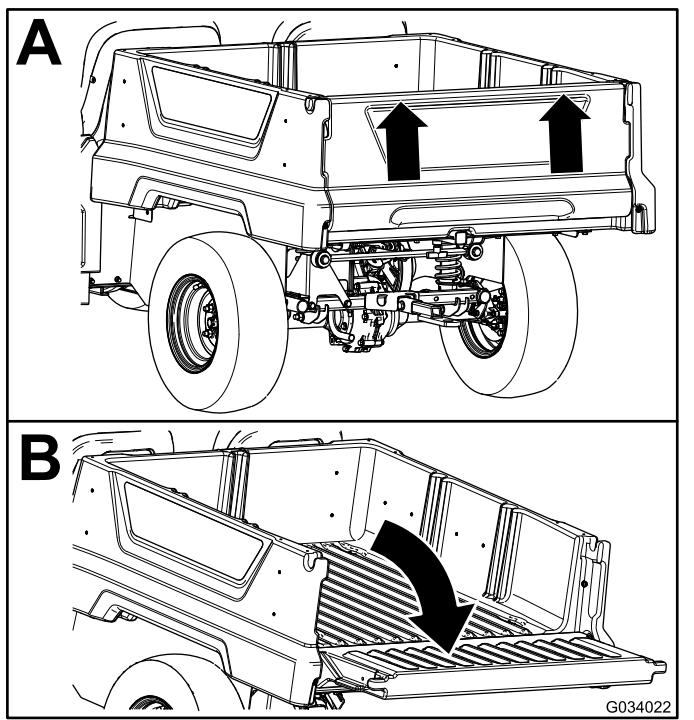

Figura 23
2. Utilizzando entrambe le mani, sollevate la sponda posteriore utilizzando il bordo vicino alla parte superiore della sponda posteriore (Figura 23).
3. Abbassate la sponda posteriore in modo che sia a livello con la parte inferiore del pianale (Figura 23).